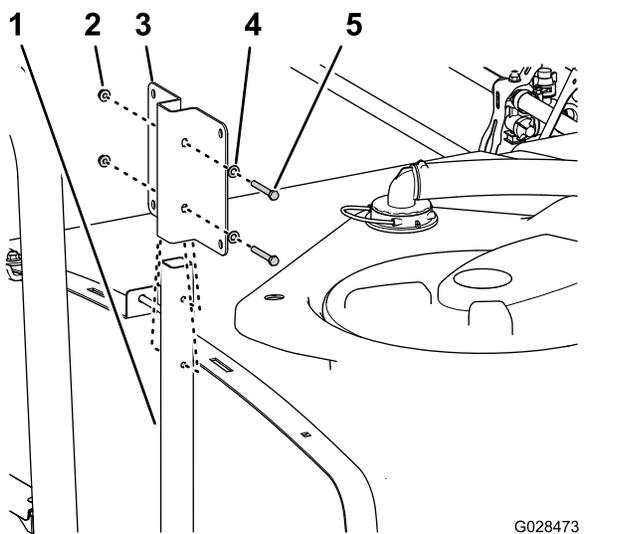

Рисунок 36
1. Совместите отверстия в креплении бака для свежей воды с отверстиями в опорной трубе (Рисунок 36).
2. Присоедините монтажную раму к трубе (Рисунок 36) при помощи двух болтов с фланцевыми головками (5/16 x 2¼ дюйма), двух шайб (5/16 дюйма) и двух фланцевых контргайк (5/16 дюйма).